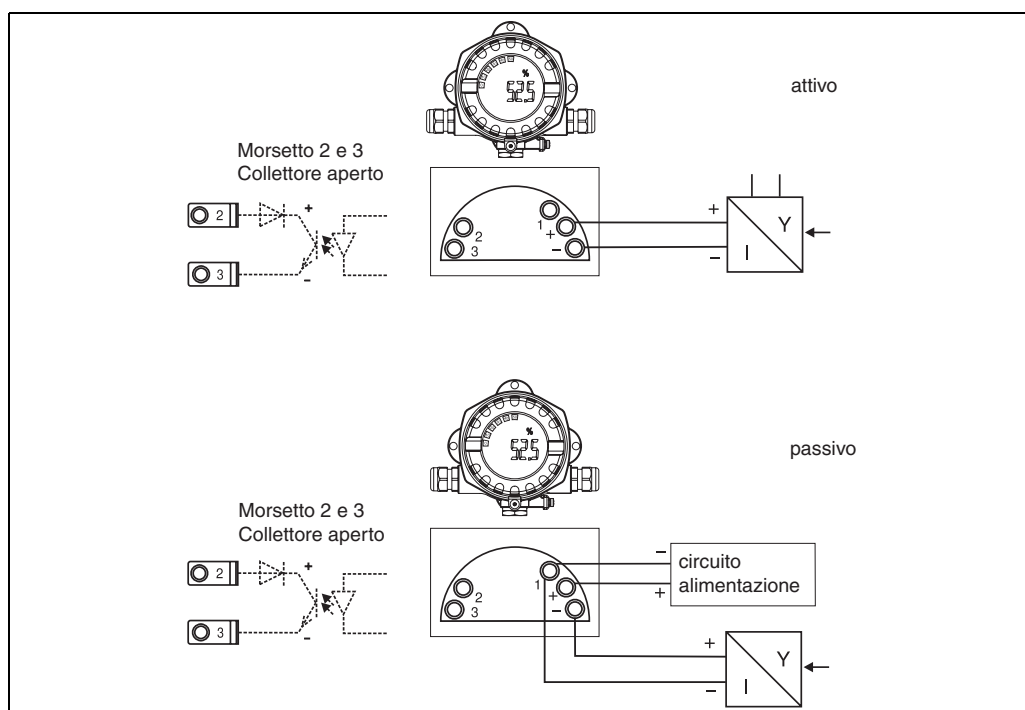

Fig. 6: Assegnazione dei morsetti
6. Collegare i fili (→ Fig. 6).